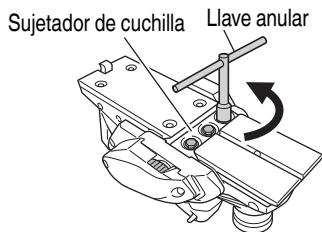

Fig. 14
- (1) Como se muestra en la Fig. 14, afloje el soporte de las cuchillas de carburo con la llave de cubo suministrada.